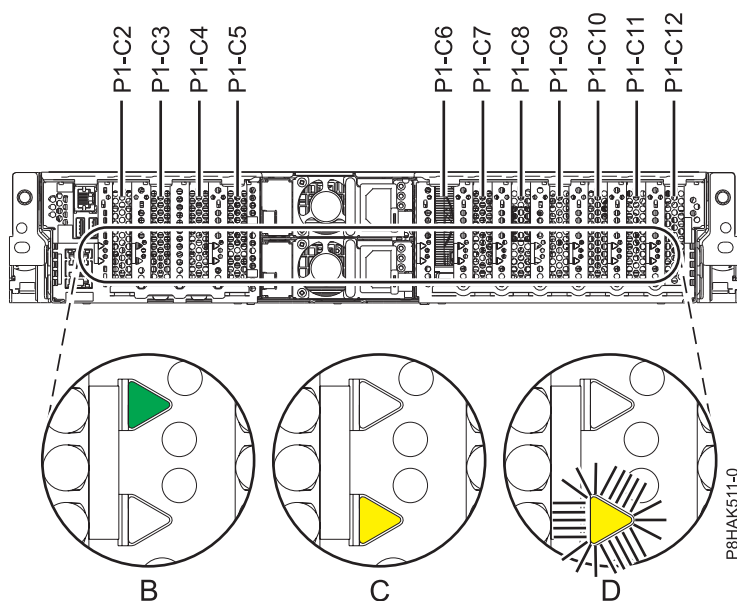

Figura 32. Localizações de ranhuras de adaptadores PCIe e localizações de LEDs no sistema 5148-21L, 5148-22L, 8247-21L, 8247-22L, 8284-21A ou 8284-22A
Se estiver a prestar assistência a um adaptador PCIe avariado, procure o LED amarelo intermitente do adaptador PCIe avariado que definiu para intermitente no passo para identificar o componente avariado. Consulte a Figura 32 na página 53 que mostra o estado dos LEDs. Tenha em atenção de que o LED âmbar para o adaptador PCIe avariado está **Intermitente**, tal como é demonstrado em (D) na Figura 32 na página 53
Aviso: Se o adaptador PCIe estiver a funcionar correctamente o LED de Actividade está **LIGADO** (verde) e o LED âmbar de Erro está **DESLIGADO**, como é demonstrado em (B) na Figura 32 na página 53. Não tente remover o adaptador PCIe em funcionamento.